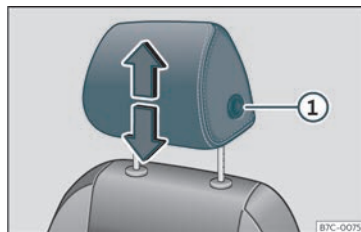
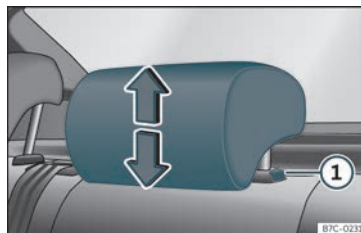

Fig. 99 Seient davant: regulació del reposacaps.
Fig. 100 Reposacaps del darrere: regulació del reposacaps.
- Agafeu el reposacaps amb les dues mans pels costats i empenyeu cap amunt fins a encaixar-lo amb la posició desitjada. Per abaixar-lo, feu la mateixa acció, tot prement el botó lateral ① »» fig. 99 »» fig. 100.
- Premeu el botó lateral »» fig. 99 ① i traiu el reposacaps.